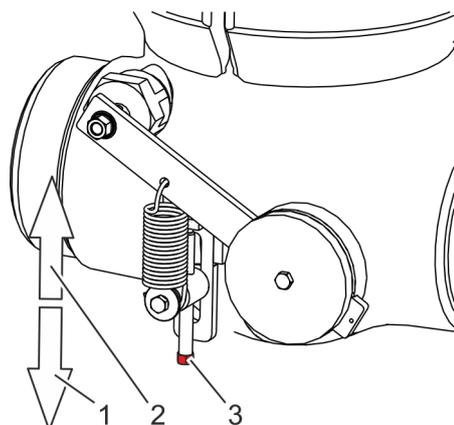

Fig. 47: Ajustar la tensión previa del muelle
**26.**▶ Accione el tornillo de ajuste (Fig. 47/3):
- Soltar el tornillo de ajuste (enroscar (Fig. 47/1)): reducción del efecto del cierre asistido (menor tensión previa del muelle)
- Apretar el tornillo de ajuste (desenroscar (Fig. 47/2)): aumento del efecto del cierre asistido (mayor tensión previa del muelle)